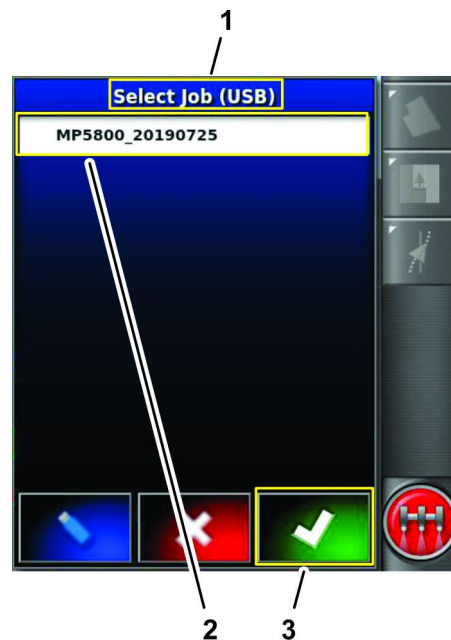

Figura 95
6. Pressione o ícone do serviço que pretende transferir para outra máquina e, em seguida, pressione o ícone Confirmar (Figura 95).